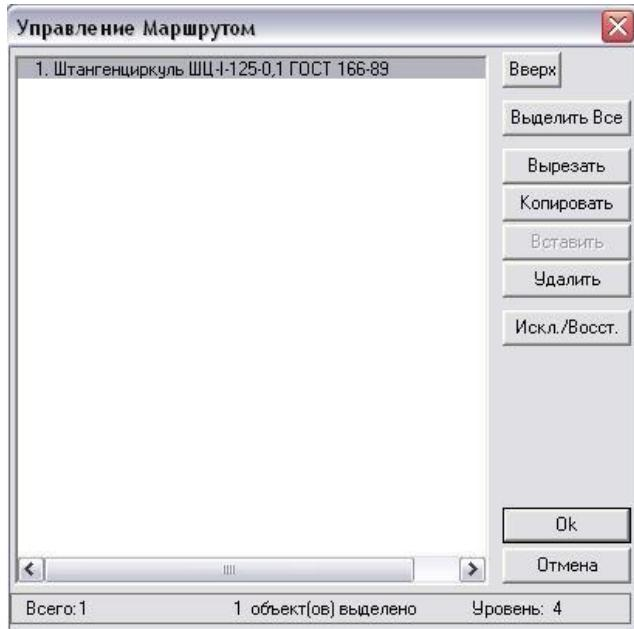

Рисунок 24. Окно «Управление Маршрутом»
- Загрузится окно «Управление Маршрутом» (рис. 24).